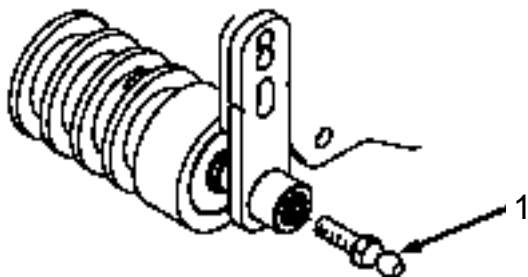

図11
4. カッティングユニットの前ローラの左右端部にボール・スタッドを取り付ける（図11）。